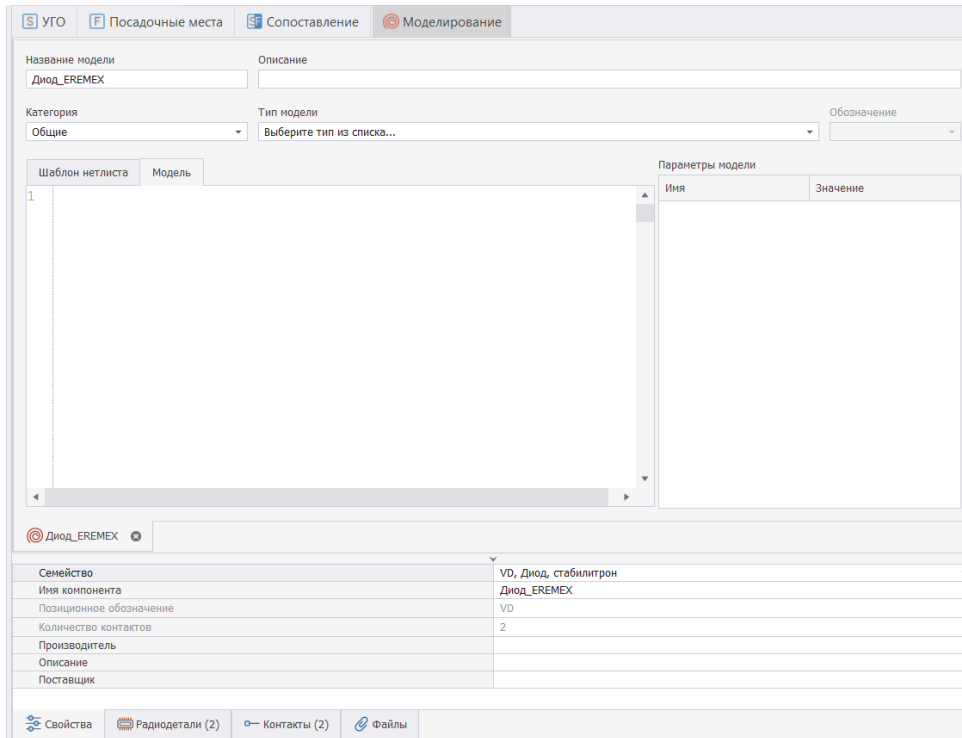

Рис. 286 Форма окна вкладки «Моделирование»
3. Отображается форма для заполнения сведений, используемых при формировании SPICE модели компонента, Рис. 286: